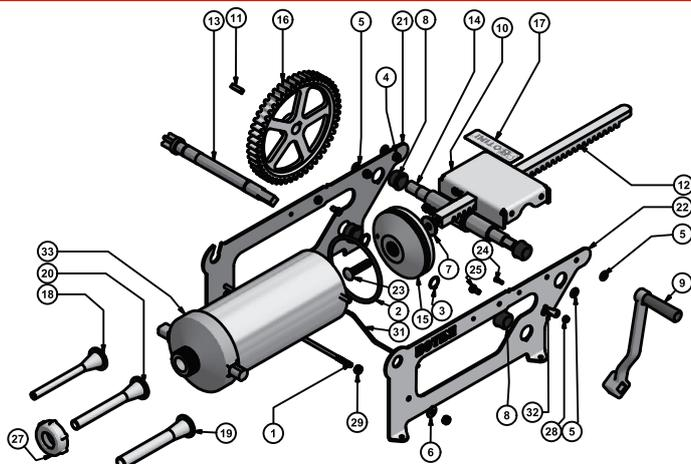

Figura 1
-Em seguida proceda com a montagem da ensacadeira conforme seqüência da figura 1. Coloque o funil (17, 18 ou 19) de sua preferência.